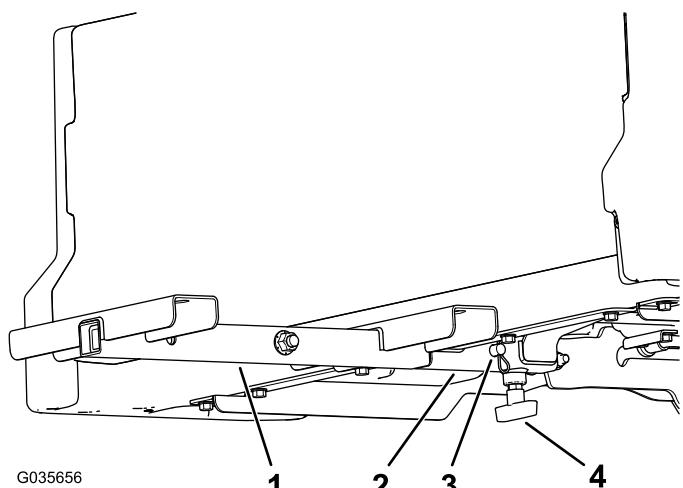

Bild 5
3. Lösen Sie den T-Bügel an der Ladepritschenaufnahme (Bild 5).
4. Setzen Sie die Rohrbefestigung in die Ladepritschenaufnahme ein und befestigen sie mit dem Lastösenbolzen ($\frac{1}{2}'' \times 2''$) und dem Splint (Bild 5).
5. Ziehen Sie den T-Bügel an der Ladepritschenaufnahme an (Bild 5).